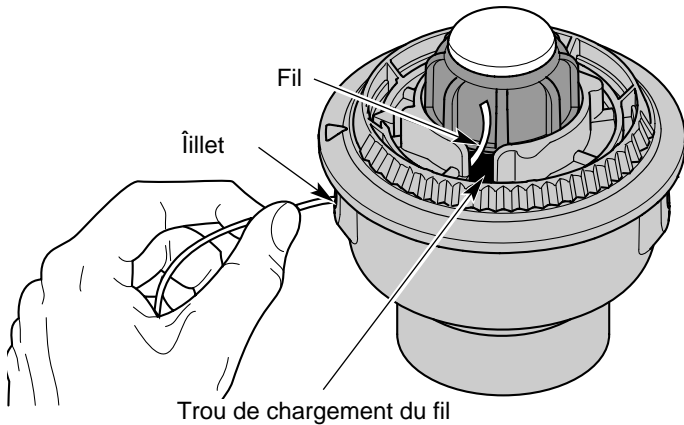

Fig. 42
3. Tirez le vieux fil des trous de chargement et de blocage du fil (Fig. 42 et 43).
4. Insérez un morceau de fil dans l'un des deux filets de la bobine extérieure. Enfoncez-le dans le trou de chargement du moulinet intérieur (Fig. 42). Ne pliez pas le fil en l'insérant dans l'illet.